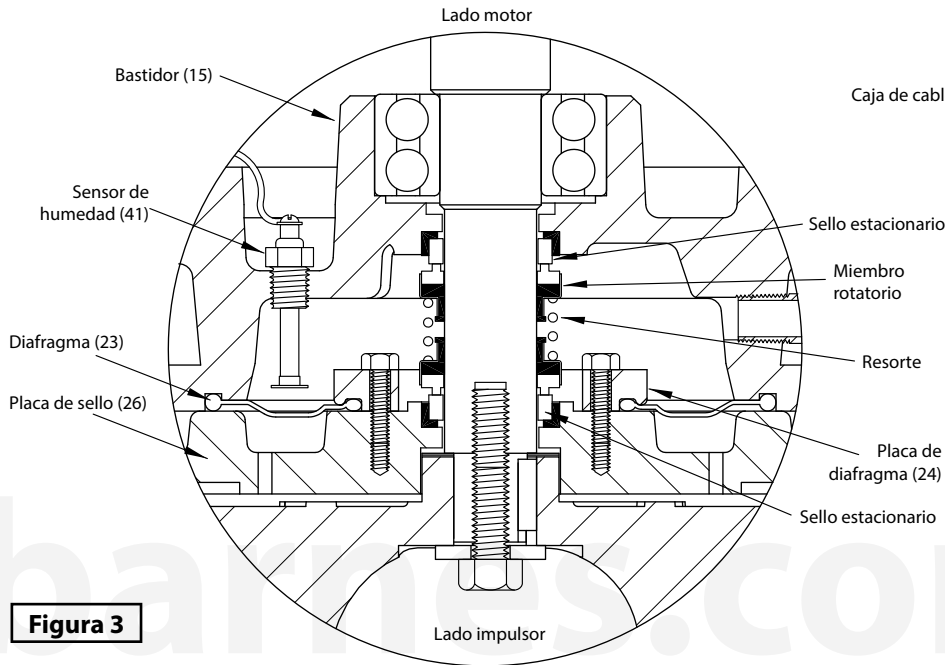

Figura 3
Sello/Diafragma - (Ver la figura 3) Limpie las cavidades en el bastidor (15) y la placa de sello (26). humedezca ligeramente la superficie interna y externa del sello mecánico (19) con un poco de agua (**no use grasa o aceite**). Presione firmemente el miembro estacionario en el bastidor (15) y hacia afuera la placa de diafragma (24). Teniendo de no dañar la cara del sello.